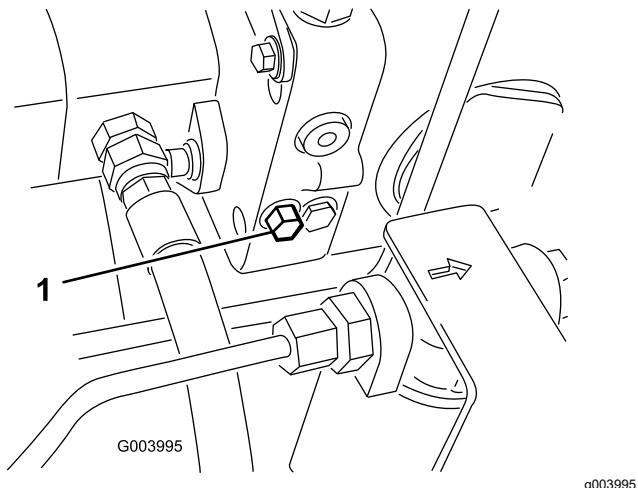

図 62
1. ハイドロstattの左側にあるバイパスバルブを探し出す図 62。